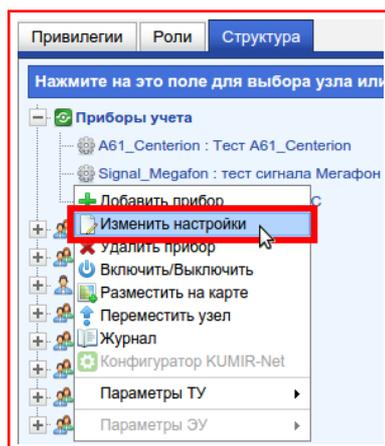

Рисунок 9.43 — Пункт «Изменить настройки»
- 2) В появившемся меню выбрать пункт **«Изменить настройки»**, рисунок 9.43;